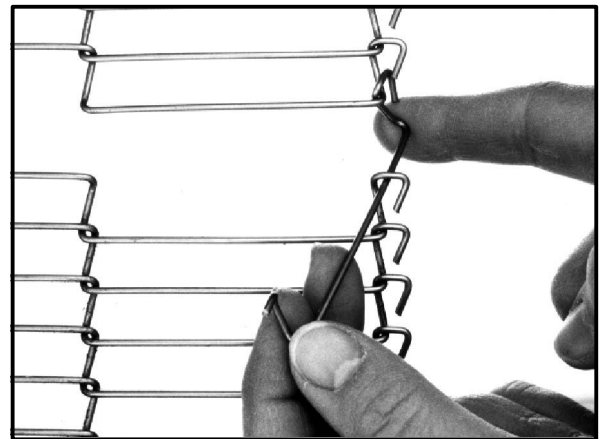
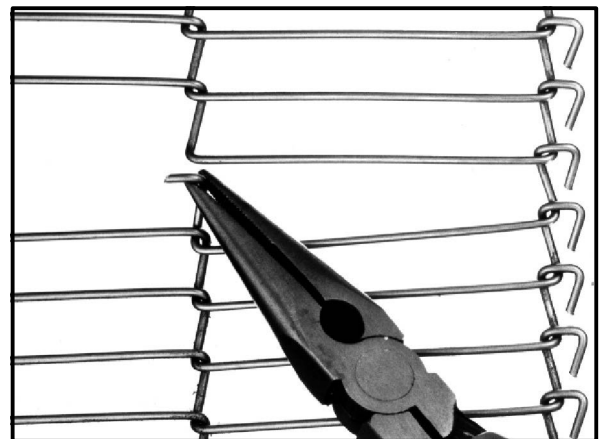

Figure 12
Figure 13
5. Installez les liaisons principales externes. Reportez-vous aux Figure 12 et Figure 13